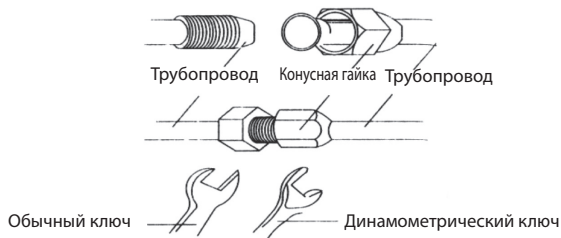

Рисунок 18
2. Затем затянуть резьбу динамометрическим ключом с трещоткой (как показано на рис. 18).